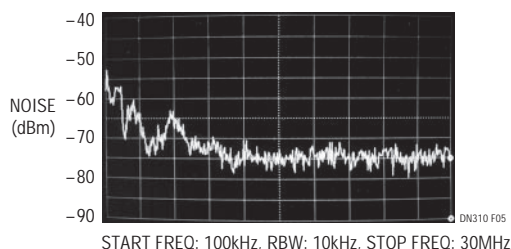
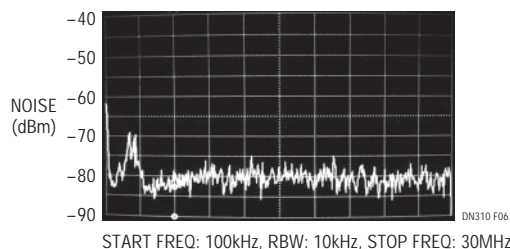

図5．1 μ F入力コンデンサを使ったLTC3251の入力ノイズ・スペクトル($I_O = 500$ mA)
図6．10 μ F出力コンデンサを使ったLTC3251の出力ノイズ・スペクトル($I_O = 500$ mA)
1.6MHzの間に固定されています。このため、ある周波数範囲にわたってスイッチング・ノイズを拡散して高調波ノイズを大きく減らす効果があります。このアーキテクチャにより出力と入力のノイズを非常に小さくすることができます。図5は従来の降圧レギュレータの入力容量のわずか1/10を使って、入力高調波が実際上除去されている様子を示しており、図6は出力コンデンサのわずか半分を使って、ピーク出力ノイズが大幅に減少している様子を示しています。